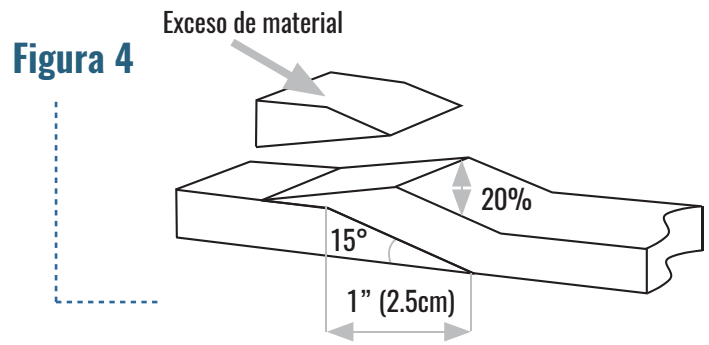

Figura 4
- Corte el exceso de material con un ángulo de 15 grados. La interfaz debe ser un 20 % más gruesa que el sellador de juntas original (Figura 4).
- Para cerrar la junta, retire la cinta de enmascarar y coloque el sellador de juntas en la ranura de forma que los cortes biselados se superpongan como se muestra en la figura 4.